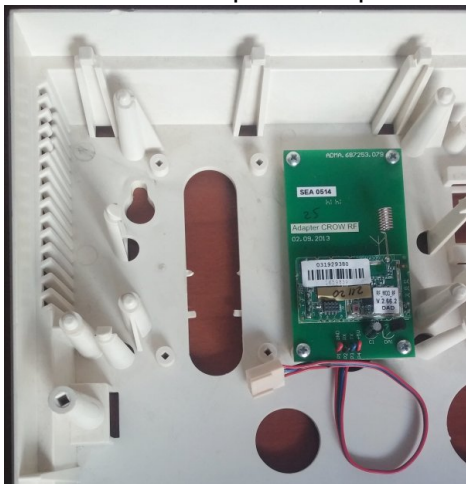

Рисунок 26. Адаптер «Crow – Лунь-11» в корпусе прибора
- «Адаптер CROW-Лунь-11» – установить в корпус прибора – рисунок 26;